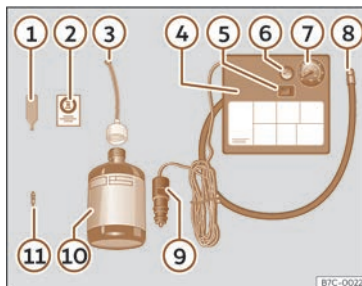

Fig. 232 Representació estàndard: contingut del joc antipunxades.
El joc antipunxades es troba en el compartiment del maleter sota el revestiment del terra. Inclou els components següents >>> **fig. 232**:
- Desenrosqueu el caputxó i l'obús de la vàlvula del pneumàtic. Utilitzeu l'aparell >>> **fig. 232** ① per extreure l'obús. Poseu-lo en una superfície neta.
- Sacsegeu amb força l'ampolla de segellador de pneumàtics >>> **fig. 232** ⑩.
- Enrosqueu el tub d'inflament >>> **fig. 232** ③ a l'ampolla de segellador. El precinte de l'ampolla es trencarà automàticament.
- Traieu el tap del tub d'ompliment >>> **fig. 232** ③ i caragoleu l'extrem obert del tub a la vàlvula del pneumàtic.
>>> **fig. 232 ①** a la vàlvula del pneumàtic.
- Enrosqueu el tub d'inflament del pneumàtic del compressor >>> **fig. 232 ⑧** a la vàlvula del pneumàtic.
- Comproveu que el caragol d'evacuació d'aire està tancat >>> **fig. 232 ⑥**.
- Fixeu el connector >>> **fig. 232 ⑨** a la presa de corrent de 12 volts del vehicle >>> pàg. 252.
- Connecteu el compressor d'aire amb commutador ON/OFF >>> **fig. 232 ⑤**.
- Enganxeu l'adhesiu >>> **fig. 232 ②** al quadre d'instruments, dins del camp visual del conductor.
Torneu a enroscar el tub d'inflament >>> **fig. 232 ⑧** i comproveu la pressió en el manòmetre **⑦**.